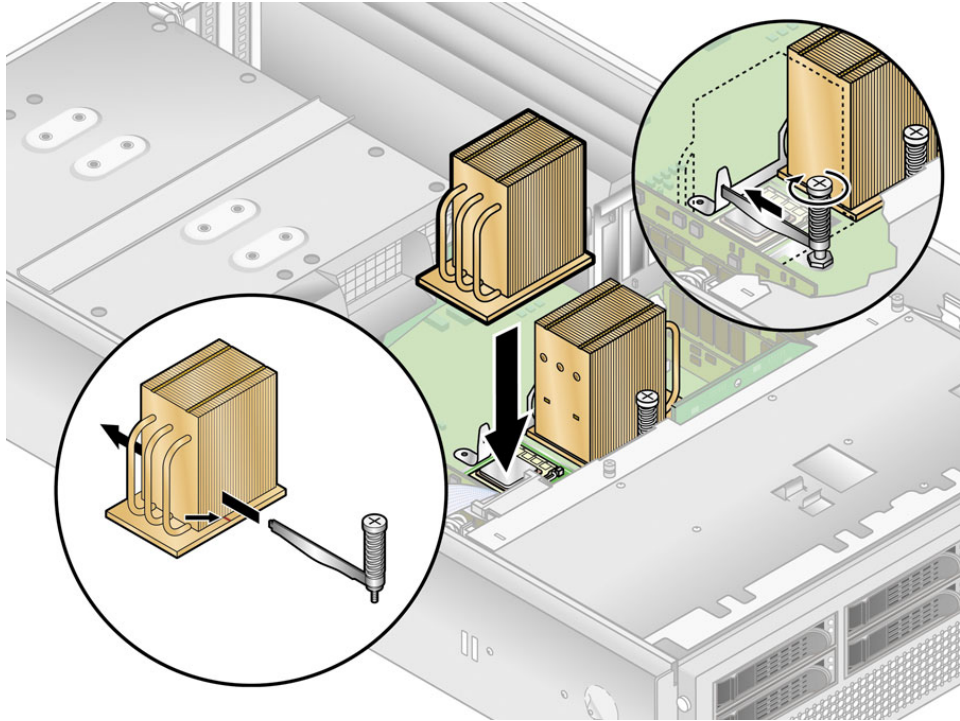

図 4-32 ヒートシンクの固定部品のカrossバーの取り付け
10. ヒートシンクを適切に配置したあと、固定部品のクロスバーをヒートシンクのフィンに再度挿入します (図 4-32 を参照)。